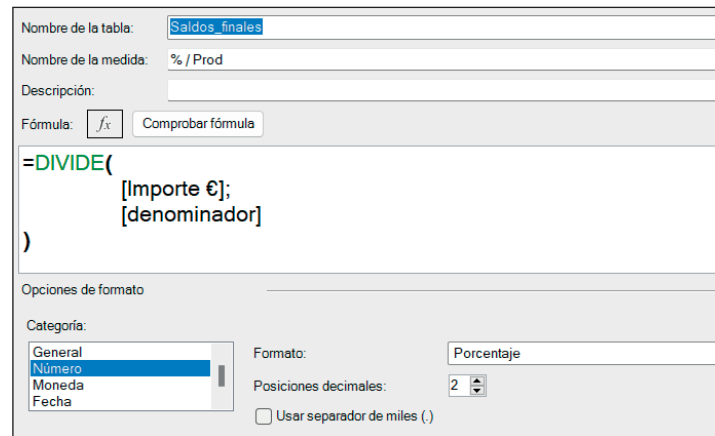

Figura 11.27. Esta es la medida que buscábamos. Hemos podido construirla gracias a haber creado previamente otras medidas.
- El código es el que podemos ver en la figura 11.27.